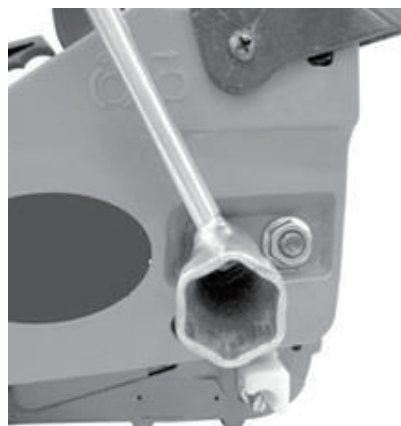

Рис.4
10.Затягнути обидві гайки кріплення шини комбінованим ключем.Рис.4.